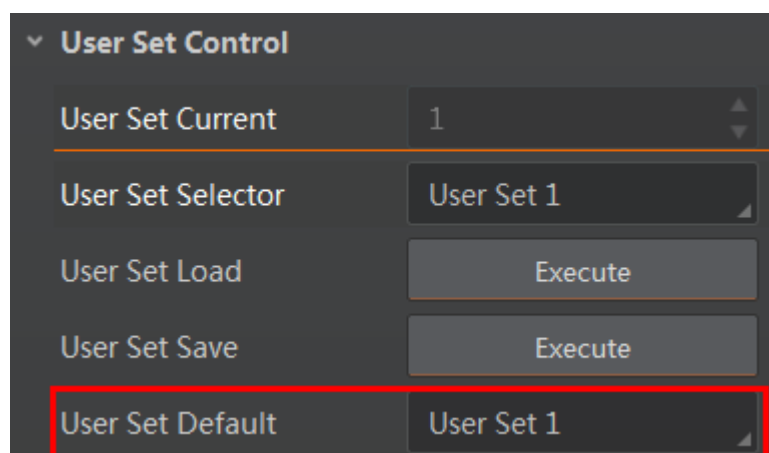

图5-9 设置相机默认加载参数
- 设置默认参数：找到 *User Set Control* 属性，*User Set Default* 下拉选择需要启动的参数组，设置为相机默认启动参数，如图 5-9 所示。